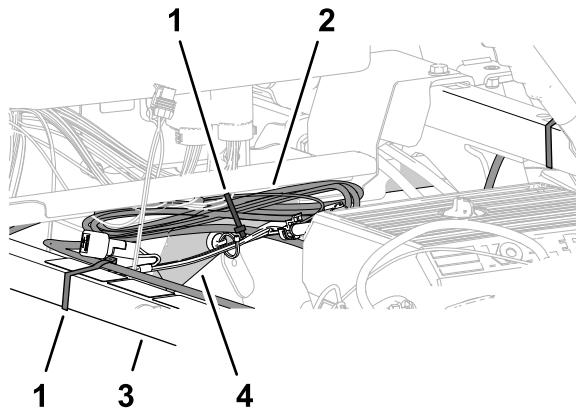

Figura 98
- Recoja el exceso de cables del arnés de datos contra el tubo superior derecho del bastidor (Figura 98).
- Sujete el arnés de datos al tubo de sujeción del amortiguador con una brida (Figura 98).
- Sujete el exceso de cables del arnés de datos al tubo superior derecho del bastidor con una brida (Figura 98).